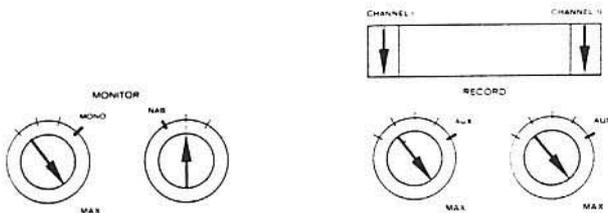

Bild 6.5.-70
- Bedienungselemente nach Bild 6.5.-70 einstellen.